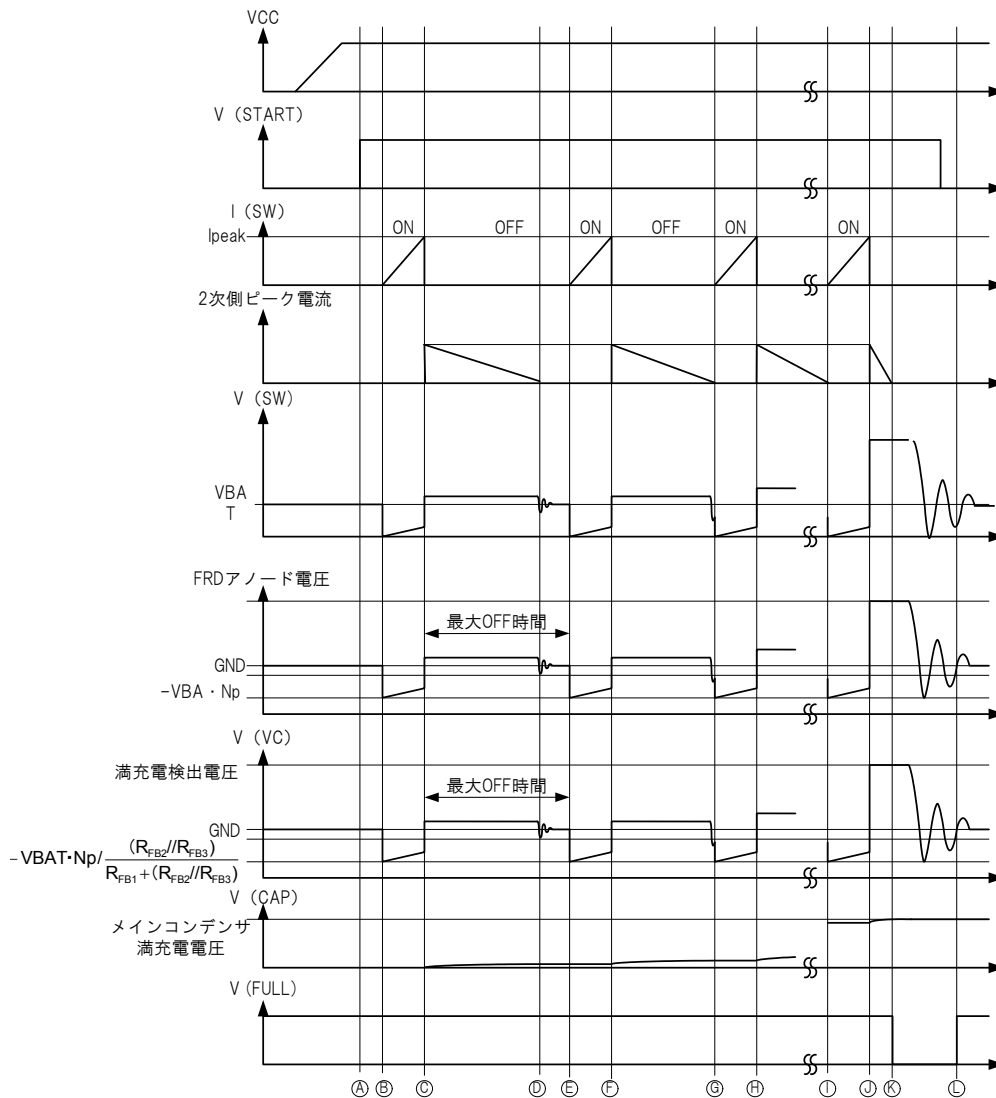
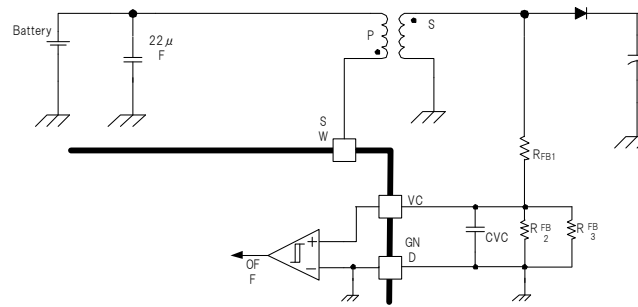

図 32. タイミングチャート 2 : スイッチング動作
図 34. VC 端子周り外付け部品
本 IC のスイッチング動作を図 32 のタイミングチャート 2 に示します。
START 端子を” H” とすると、内部回路が全てリセットされ内部 PowerTr を ON します (図 32. 時間④～⑥)。内部 PowerTr が ON する間 SW 端子には電流が流れ込み、RADJ 端子に接続された抵抗値で規定された電流に到達すると PowerTr を OFF します (図 32. 時間⑦)。PowerTr が ON している時間 t_{ON} は以下の式です。
また、Power Tr が ON している間、VC 端子電圧は以下の式のように、VBAT 電圧の S 巻対 P 巻差線比率倍を VC 端子の抵抗分圧した電圧が負側に発生します。(図.32 時間⑧⑨)
トランス 2 次側にエネルギーを放出し終わると VC 端子電圧及び SW 端子電圧は寄生容量とトランスのインダクタンスにより共振します (図 32. 時間⑩)。このとき VC 端子電圧が GND 電圧以下にならなかった場合は、最大 OFF 時間に到達するまで OFF し続けます (図 32. 時間⑪)。OFF 検出電圧以下になった場合は PowerTr をすぐに ON します (図 32. 時間⑫)。2 次側がエネルギーを放出している時間 t_{OFF} は以下の式になります。
内部 PowerTr が OFF している時間をモニタし、電気的特性に記載されている最大 OFF 時間より長い時間 OFF している場合に PowerTr を強制的に ON します。これは VC 端子電圧が OFF 検出電圧以上（TYP=65mV）にならない場合、に生じます（図 32.時間㉛参照）。
VC 端子はトランスの S 端子の FRD アノード側を図 34 の抵抗 R_{FB1} 、 R_{FB2} 、 R_{FB3} で分圧されており、VC 端子電圧が図 32 のタイミングチャート時間①～⑫のように満充電検出電圧に達すると FULL 端子が“H”→“L”となり、充電動作を停止します。